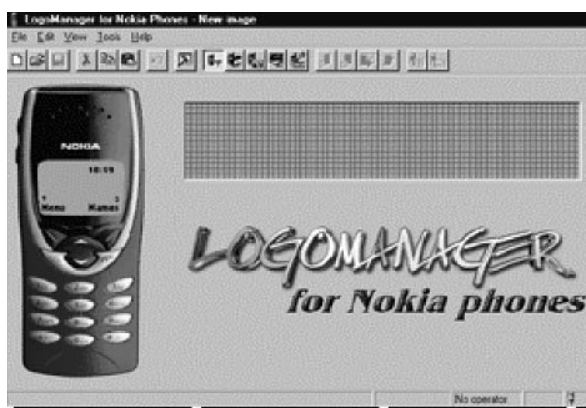

рис. 9
**Программа LOGOMANAGER** также позволяет провести активацию сервисного меню. Рабочие интерфейсы программы M-bus, F-bus, IRDA (рис.9). Для активации выберите тип кабеля и COM порт, на который подключен Ваш телефон. Зайдите в пункт меню Tools, а затем - в раздел Network Monitor. Выделите необходимый тип включения Netmonitor и нажмите кнопку ОК. Размер программы 450К.